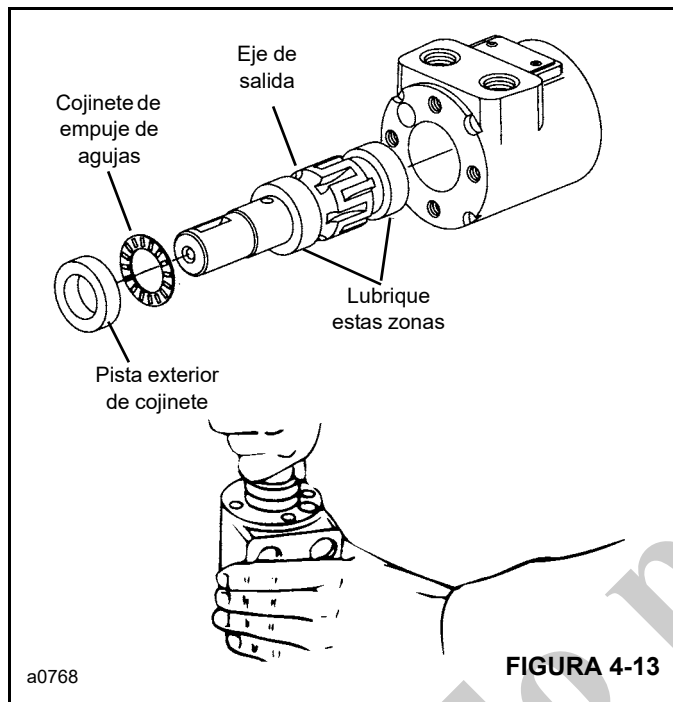

FIGURA 4-13
3. Instale el cojinete de agujas de empuje (8), luego la pista exterior de cojinete (7) en el eje (9). Tire del eje parcialmente afuera de la caja. Empuje las tres piezas en la caja (10) juntas, Figura 4-13. La pista exterior del cojinete debe girar libremente cuando está en posición.